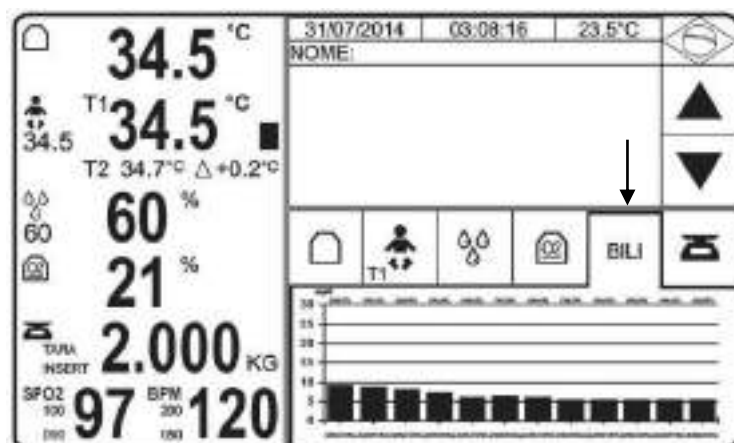

Figura 185 - Gráfico de tendência de medições de bilirrubina
O display gráfico apresentará um gráfico onde poderá ser analisada a bilirrubina ao longo do tempo, conforme figura 185:
- O gráfico que será exibido estará conforme o que está descrito na figura 185.